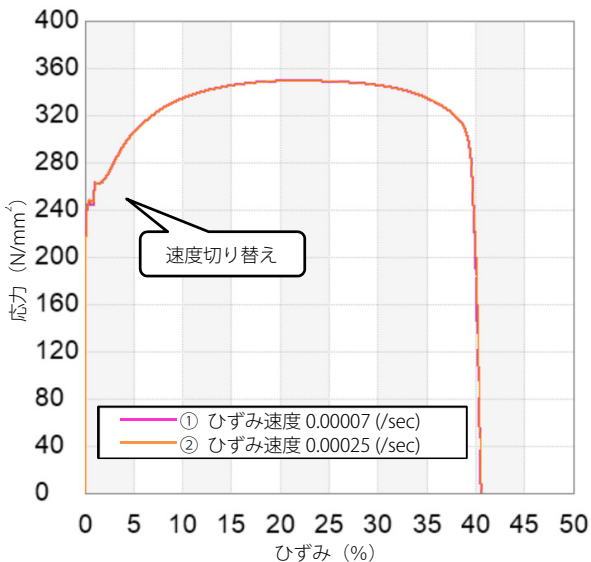

図5 応力-ひずみ線図
表4に試験結果、図5に応力-ひずみ線図を示します。①と②いずれの試験速度でも測定結果は近い値となりました。